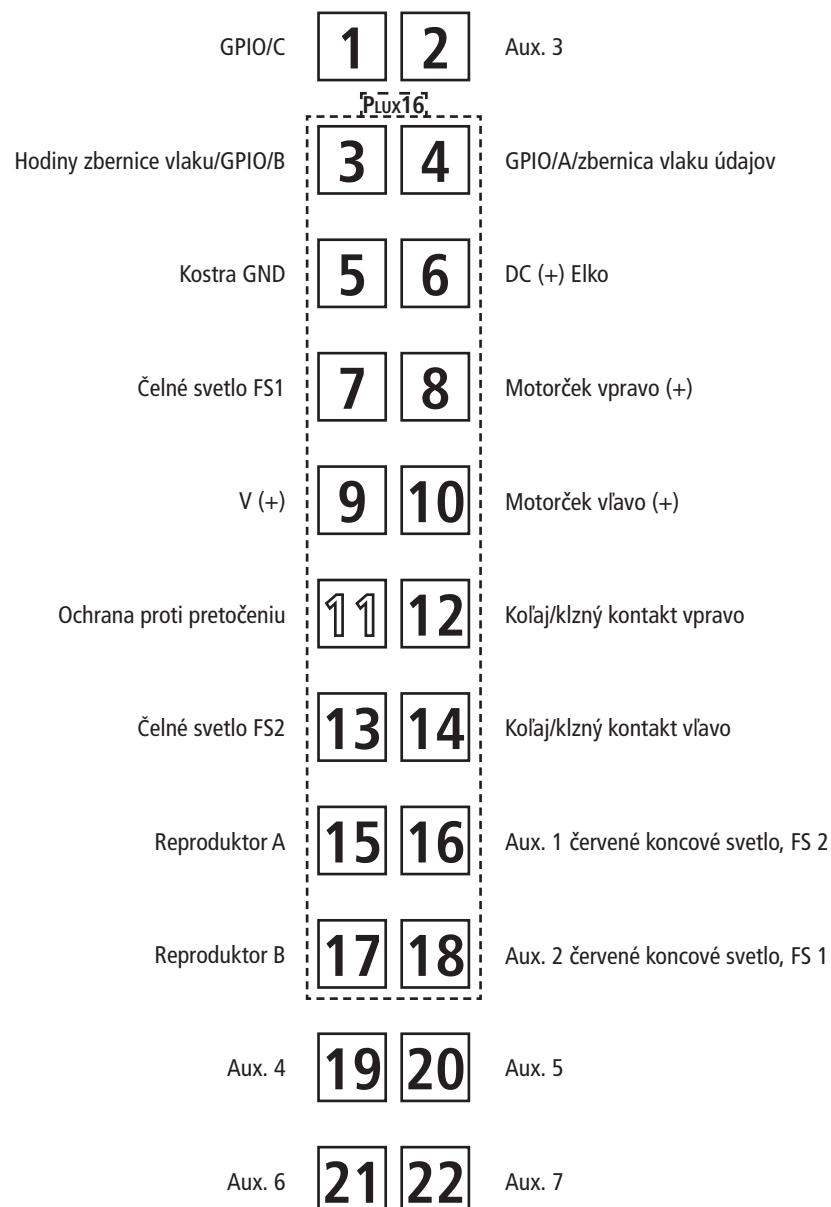

Fig. 6
1. Reinigung der Radstromkontakte: Radstromkontakte können auf unsauberer Schienen leicht verschmutzen. Entfernen Sie **vorsichtig** mit einem kleinen Pinsel **den Schmutz** an den in Fig. 6 gekennzeichneten Stellen.
1. Cleaning of wheel contacts: Wheel contacts easily get dirty on tracks which are not entirely clean. Use a small brush to **remove dirt** from spots marked in fig. 6.